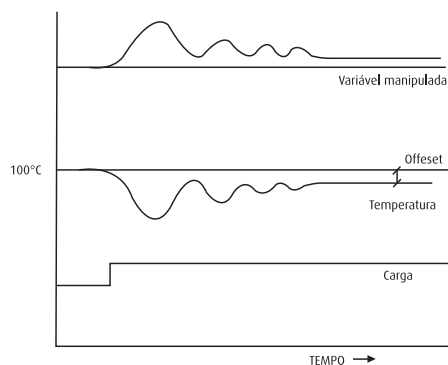

Figura 6 · Controlo proporcional.
Na Figura 6 observa-se que o controlo proporcional introduz na variável manipulada (O) uma variação de sentido contrário à perturbação que a variável de carga produz no processo, de modo a que a variável controlada seja reconduzida a um valor próximo do valor desejado (*SET VALUE*). Porém, mantendo-se a variação de carga, não é possível eliminar completamente o *offset*. No controlo proporcional, após uma variação de carga e sem alteração do *SET VALUE*, a única forma de eliminar o *offset* é por variação da variável manipulada (controlador em modo manual). Esta operação chama-se *Manual Reset*.